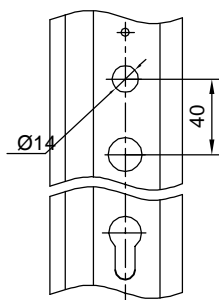

Рис. 6.5.7
- 1.2. В зависимости от высоты установки нажимного гарнитура на боковой стороне просверлить отверстие Ø14мм, как показано на рис. 6.5.7.